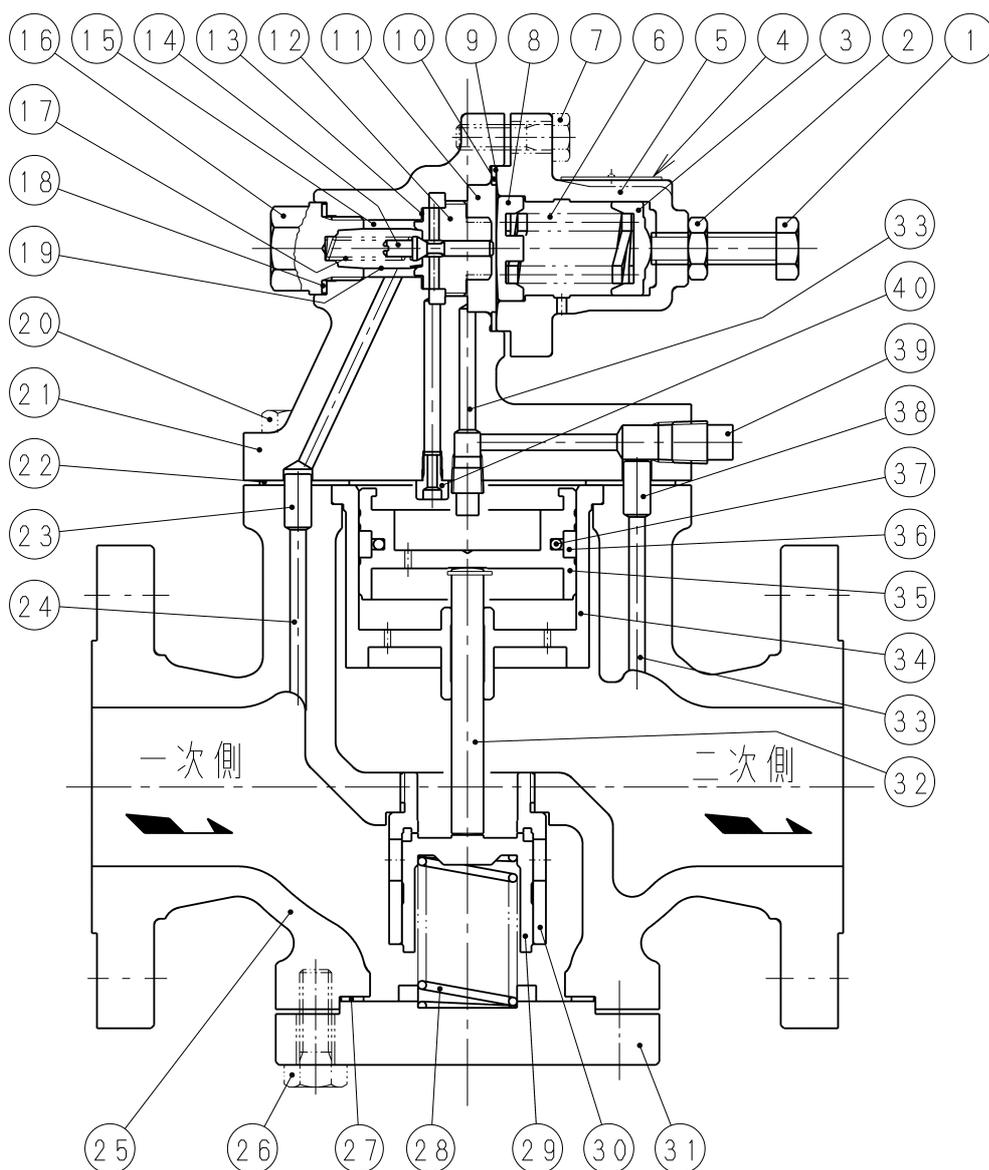

図1 構造図
<ul style="list-style-type: none">● オンオフ弁が閉弁しますと、蒸気ドレンが発生し蒸気配管中に充満します。 この状態でオンオフ弁を開弁しますと、スチームハンマーが発生し、減圧弁の弁箱が破損することがありますので、必ずスチームトラップを設置すること及びオンオフ弁をゆっくり開閉してください。● 分解に際して、まず配管中の蒸気を完全に抜去する必要があります。蒸気を止められない場合は、バイパス運転に切り換え、減圧弁前後の止め弁を完全に閉じ、減圧弁内の残存蒸気は図1の上部ふた(21)の六角ボルト(20)を僅かに緩めて放出します。この時、蒸気が吹出す恐れがありますので、火傷やけがにはご注意ください。
- 図1の下部ふた(31)を外す際は、六角ボルト(26)を少し緩め減圧弁内の残留ドレンを完全に排出します。残留ドレンは熱いので火傷しないようご注意ください。